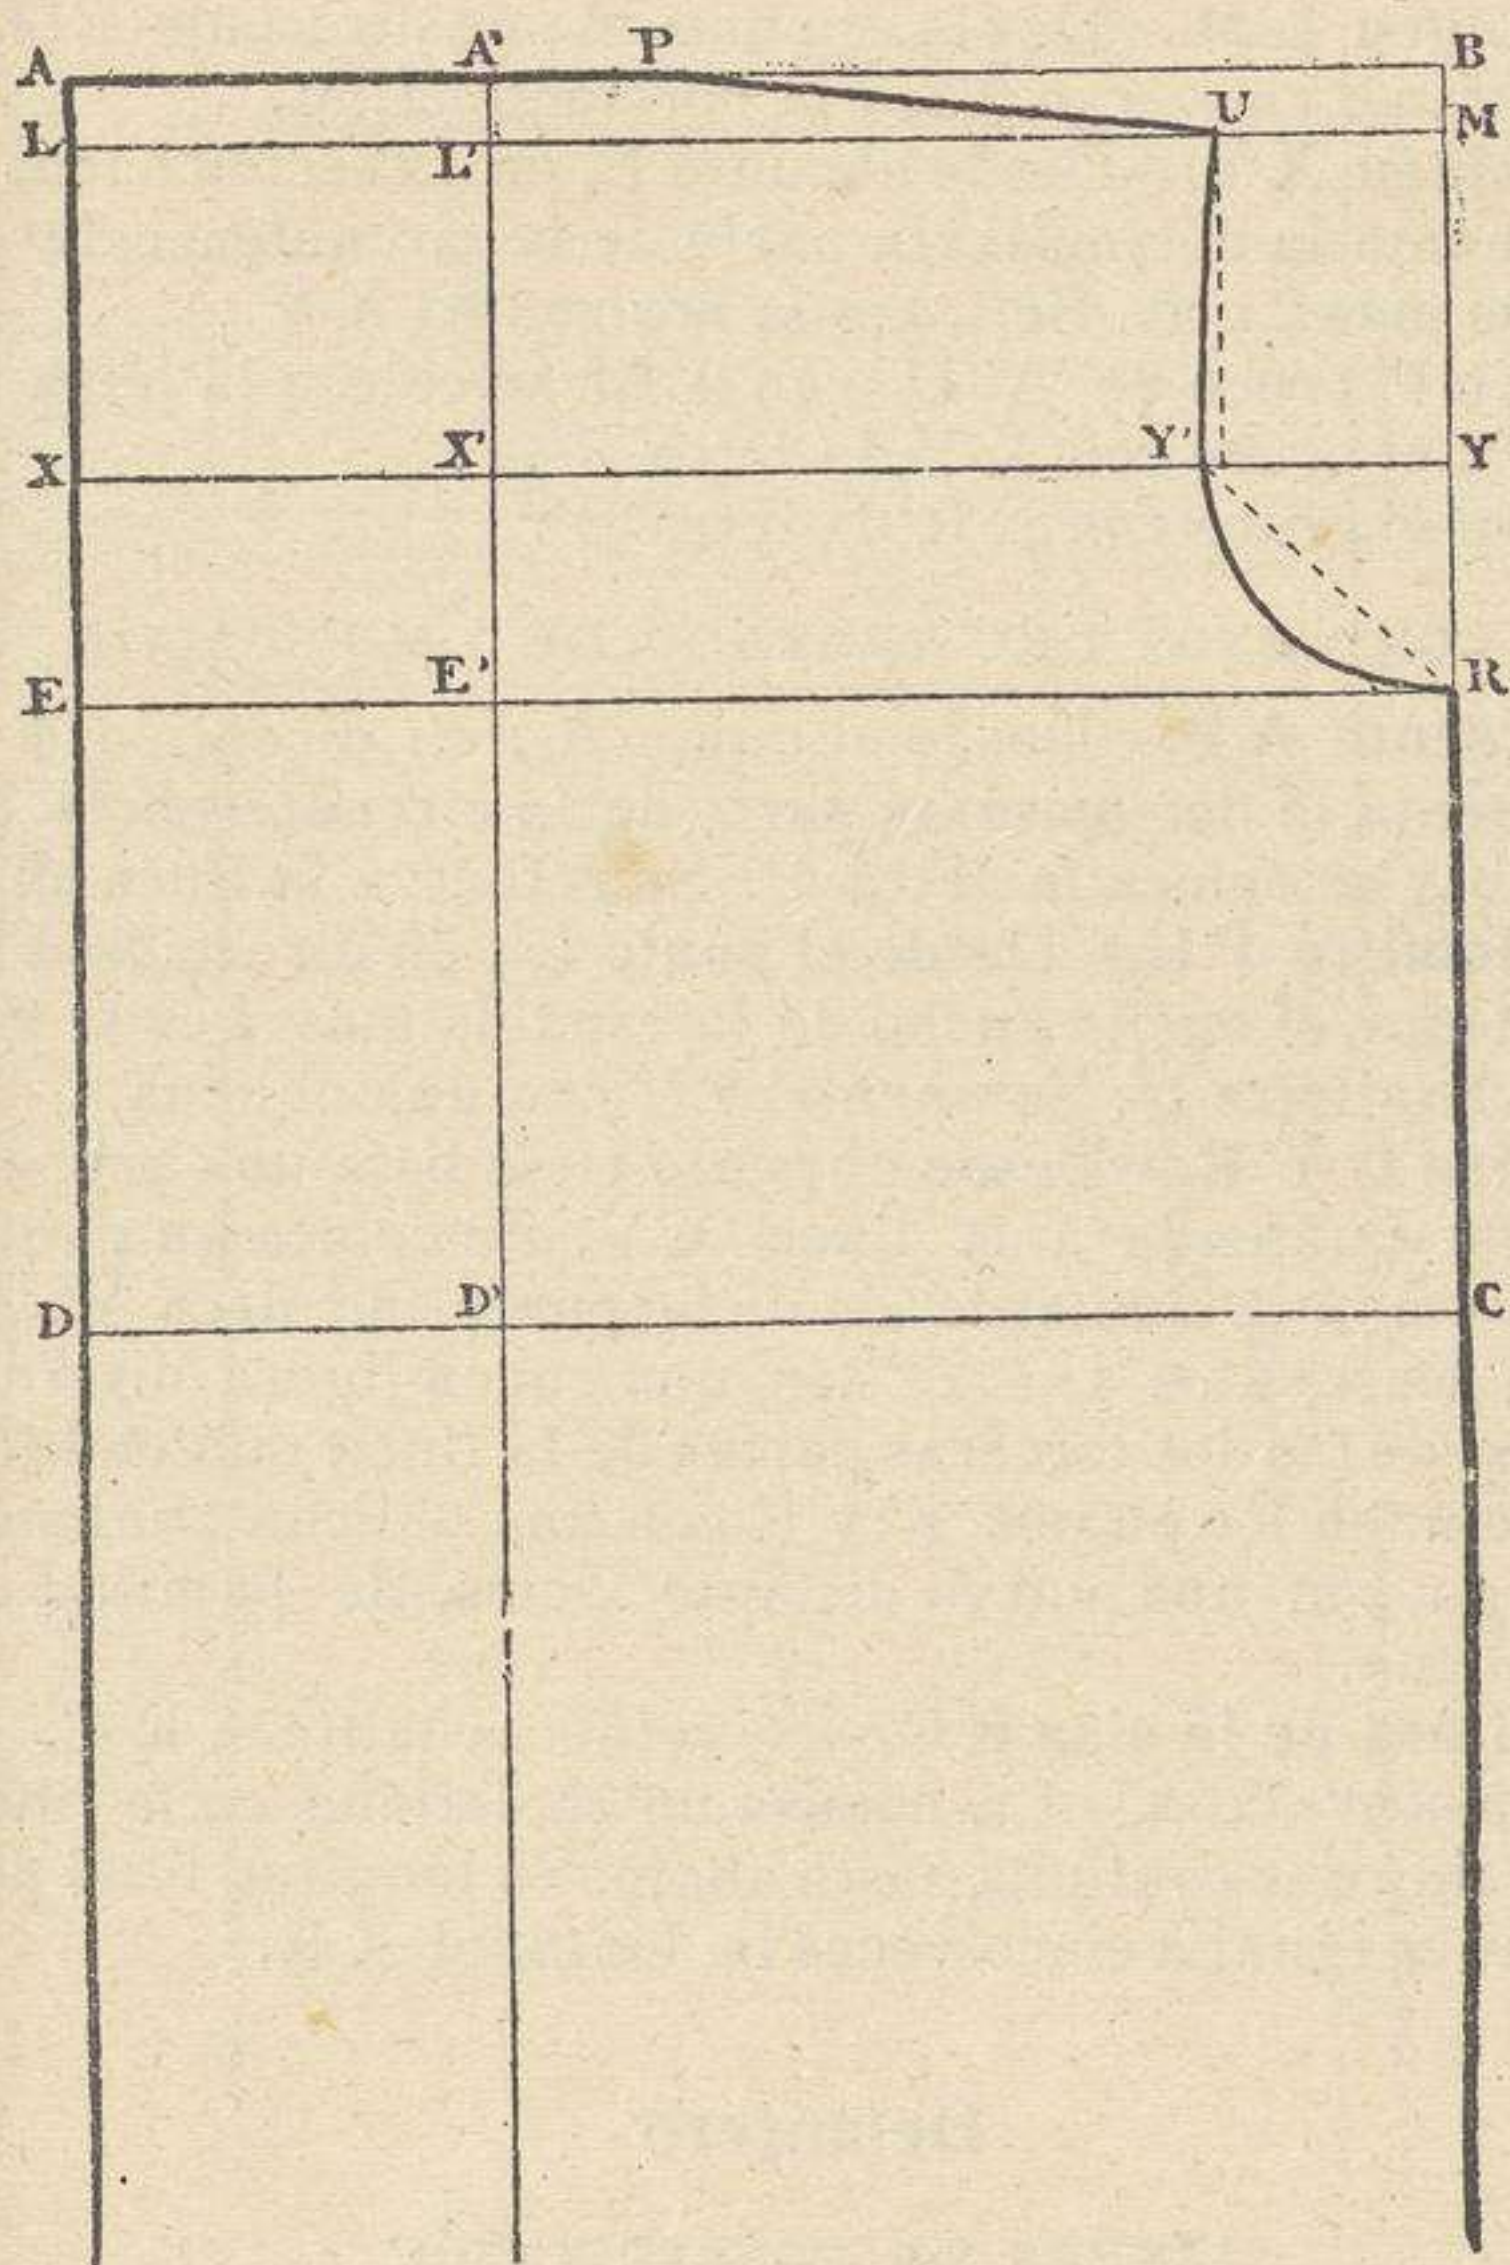

Fig. 86 ( $\frac{1}{6}$  del tamaño real).—Espalda de la camisa.
**Rectángulo A B C D.**— Se traza un rectángulo A B C D (fig. 86) que tenga de longitud el largo del delantero, y de ancho la media circunferencia del pecho.